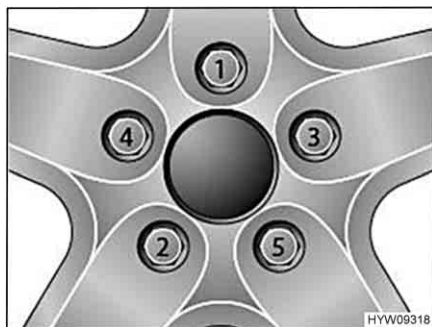

Fig. 199 Serraggio a croce di dadi delle ruote e bulloni delle ruote
- Serrare i dadi delle ruote o i bulloni delle ruote nell'ordine riportato in Fig. 199. A tale scopo, utilizzare una chiave dinamometrica e rispettare la coppia di serraggio indicata (vedi paragrafo 13.5.2).
- Controllare regolarmente il serraggio dei dadi o dei bulloni. Regolare il serraggio dei dadi delle ruote o dei bulloni delle ruote di una ruota sostituita dopo circa 50 km. A tale scopo, procedere seguendo l'ordine indicato in Fig. 199.
- Se si utilizzano cerchioni nuovi o riverniciati, regolare il serraggio dei bulloni o dei dadi dopo altri 1000 - 5000 km. A tale scopo, procedere seguendo l'ordine indicato in Fig. 199.
- ▷ Serrare a croce i dadi o i bulloni delle ruote (Fig. 199).